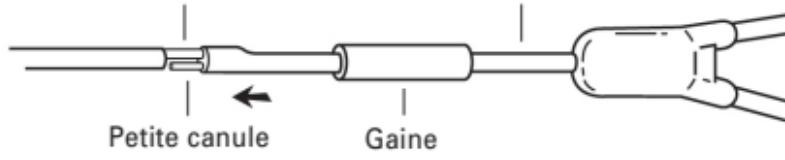

Fig. 3
3. L'extrémité du cathéter de recharge possède des canules métalliques préchargées, petites (extrémité courte) et grandes (extrémité longue). Introduire doucement la grande canule métallique dans la grande lumière du cathéter. (Fig. 3)